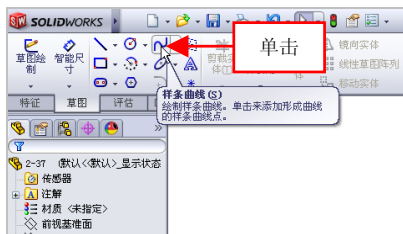

图 2-38 单击【样条曲线】按钮
(2) 在【草图】选项卡中，单击【样条曲线】按钮，如图 2-38 所示。